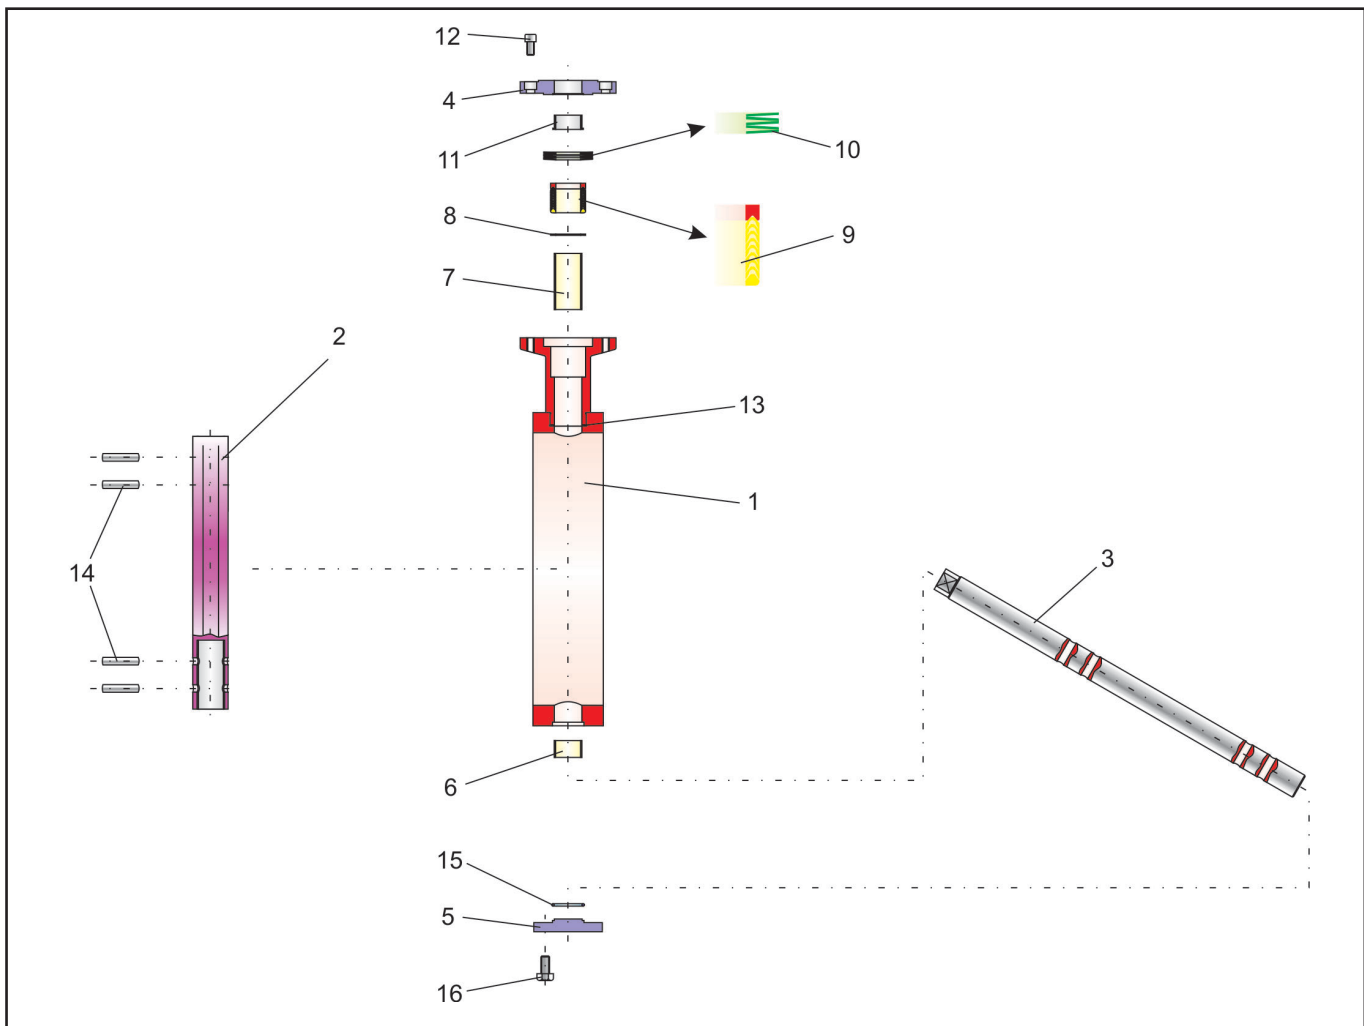

Bild 3 - Explosionszeichnung der Regelklappe BR 14e
Hinweis: Die in der Explosionszeichnung (Bild 3) dargestellte Lage und Anordnung der Einzelteile ist bei der Montage einzuhalten.
Die PTFE - Dachmanschettenpackung (9) wird über die Welle in die Gehäusebohrung geschoben und mit einer Montagehülse ange-drückt. Die Anordnung der Dachmanschettenpackung ist der Explosionszeichnung (Bild 3) zu entnehmen.
Der Tellerfedersatz (10) wird über die Welle geschoben und an die entsprechende Stelle auf die Packung platziert. Auch die Anordnung der Tellerfedern sind der Explosionszeichnung (Bild 3) zu entnehmen.